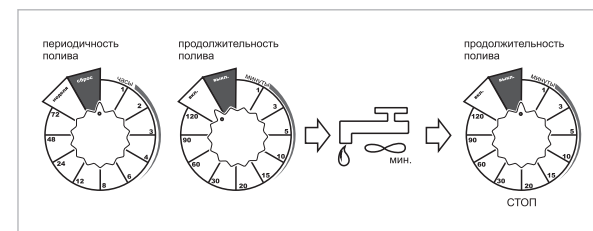

Рис. 5
4. Для настройки ручного режима поставьте периодичность полива в положение «Сброс», а продолжительность полива в положение «Вкл». В этом режиме вода начнет подаваться немедленно*. Для остановки подачи воды переведите продолжительность полива в положение «Выкл». (см. Рис. 5)